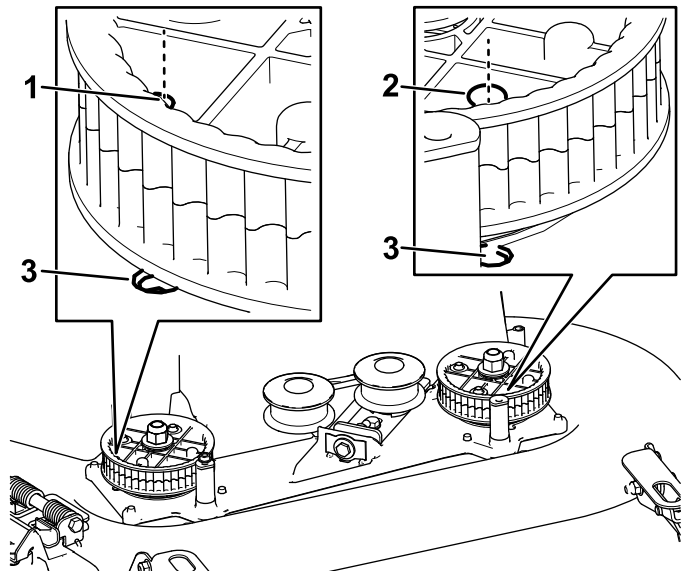

Figura 35
5. Alinee los orificios de los piñones de la izquierda y de la derecha con los orificios de la carcasa, como se muestra en la Figura 35.